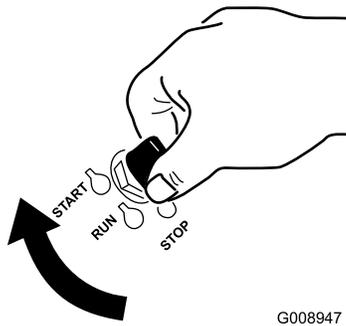

Figura 17
7. Rode a chave da ignição para a posição Start (ligar) (Figura 17). Quando o motor arrancar, solte a chave.